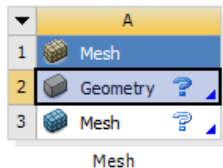

图 4-60 创建项目
2) 双击主界面 Toolbox 工具箱中的 “Component Systems” → “Mesh” 选项，在项目工程图图区域内创建项目 A，如图 4-60 所示。